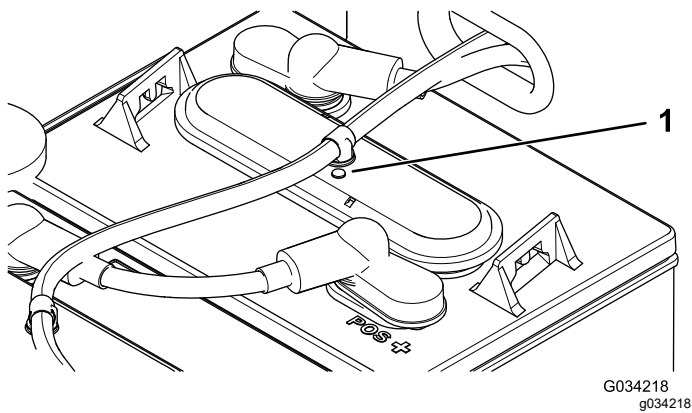

Bild 40
3. Prüfen Sie die Augen an jeder Batterie, ob sie schwarz oder weiß sind (**Bild 40**).